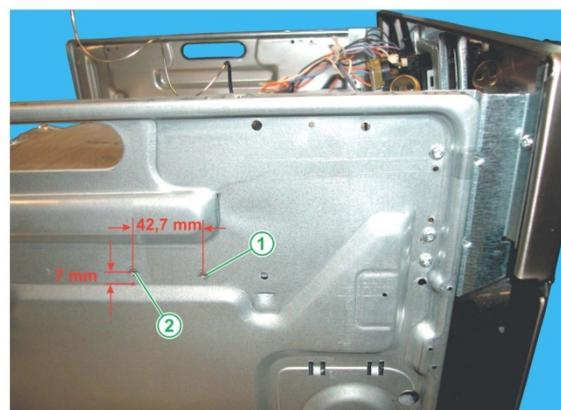

Fig. 10
12. Sur les appareils où il n'y en a pas, percer 2 nouveaux trous comme indiqué à la figure 10 et 11 afin de fixer la nouvelle plaque en tôle de protection des commandes.